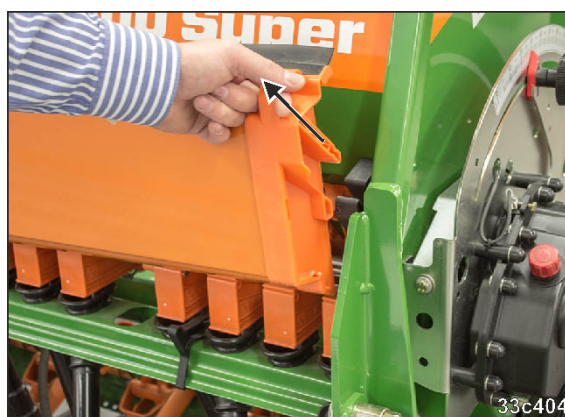

Fig. 135
1. Træk kalibreringsfordybningerne (Fig. 135) ud af holderne.